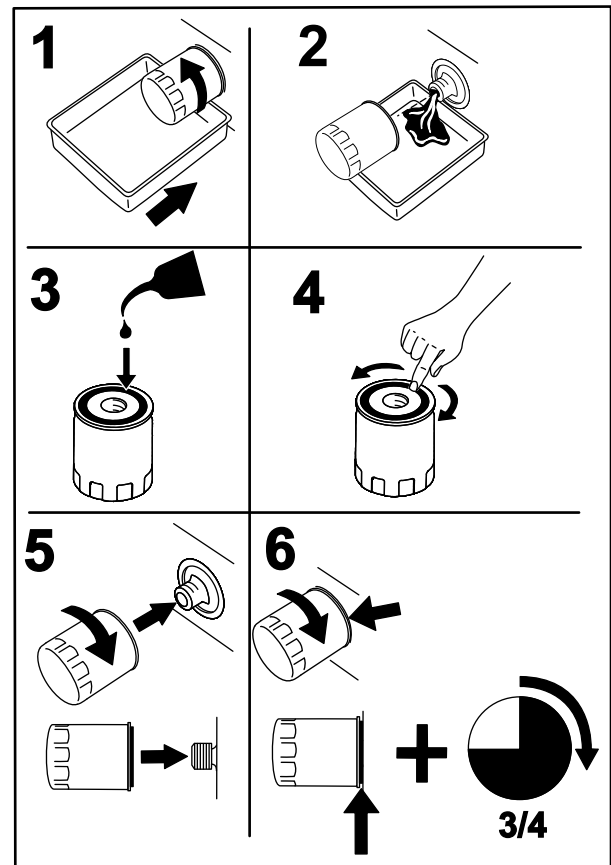

Bild 53
- Wechseln Sie den Motorölfilter (Bild 53).